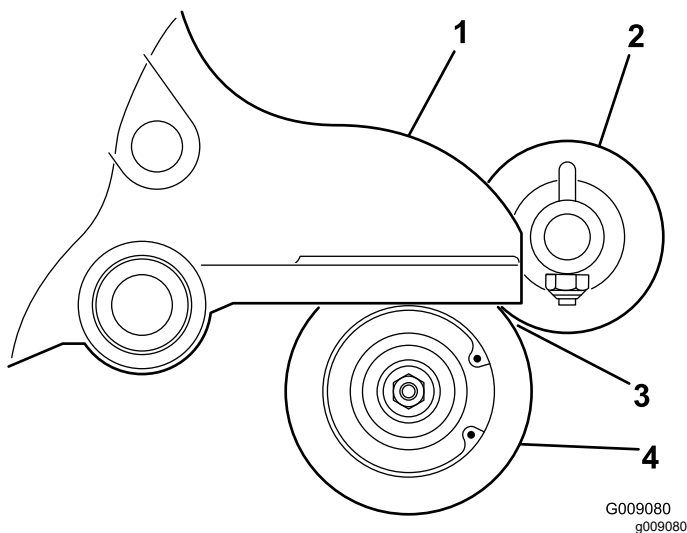

Bild 14
16. Positionieren Sie die Rollenbürste so, dass sie die Heckrolle leicht berührt (d. h. berührt, aber nicht aufliegt) (Bild 14).